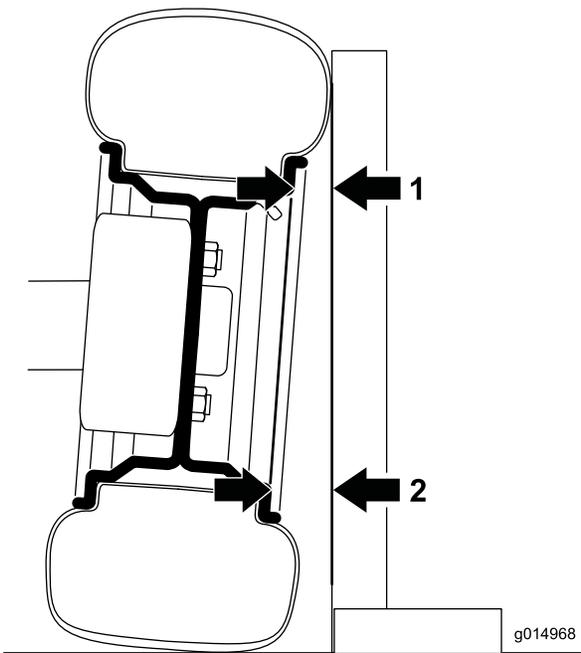

Bild 52
1. Legen Sie zum Messen der Neigung ein rechtwinkliges Rechteck auf den Boden, wobei die vertikale Kante die Vorderseite des Reifens berühren sollte (Bild 52).
2. Messen Sie von demselben Teil der Felge oben und unten am Reifen zum Rechteck (Bild 52).